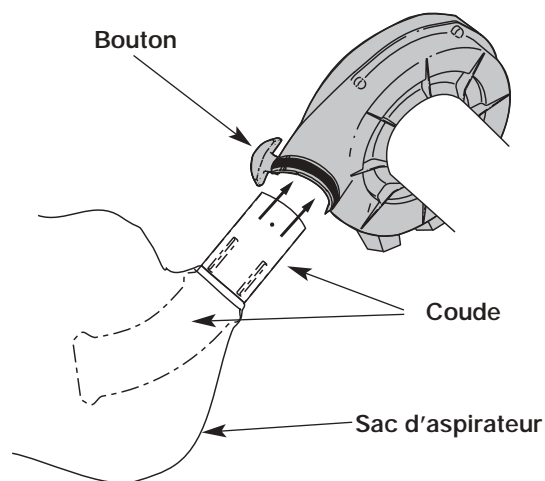

Fig. 1
3. Installez le coude du sac d'aspirateur et vissez le bouton dans le sens des aiguilles d'une montre. (Fig. 1)